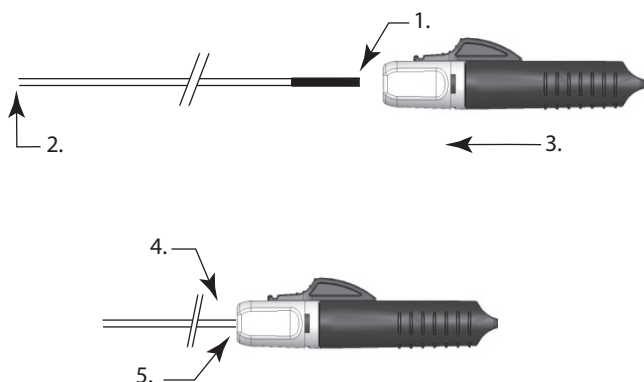
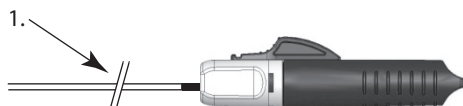

Figura 3
Figura 4
13. Afferrare l'estremità prossimale dello spingitore di inserimento in corrispondenza dell'estremità distale dell'indicatore di carico. Fare avanzare il dispositivo I.D. (Instant Detacher) sull'estremità prossimale dello spingitore di inserimento finché l'indicatore di carico non entri completamente nell'imbuto e lo spingitore di inserimento non risulti alloggiato saldamente nel dispositivo I.D. (Instant Detacher) (v. figura 3).
Nota - Se l'indicatore di carico è ancora visibile, come nella figura 4, il dispositivo I.D. (Instant Detacher) deve essere fatto avanzare ulteriormente, finché lo spingitore di inserimento dell'impianto non sia completamente alloggiato nell'imbuto, come illustrato nella figura 3, qui sopra.